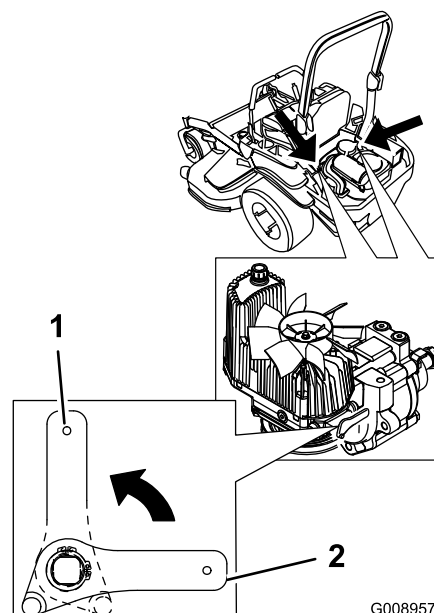

Figura 37
2. Gire las palancas de las válvulas de desvío a la posición vertical para empujar la máquina. Esto permite que el aceite hidráulico se desvíe alrededor de la bomba, dejando que las ruedas giren (Figura 37).
4. Gire las palancas de las válvulas de desvío a la posición horizontal para conducir la máquina (Figura 37).